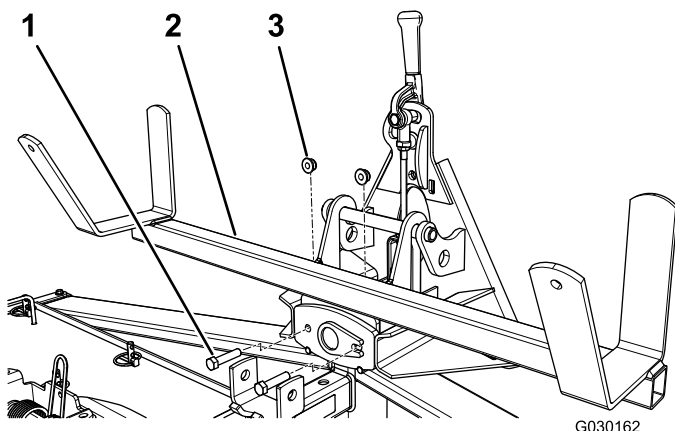

Figure 2
2. Montez le berceau sur l'adaptateur et fixez-le avec 2 boulons (3/8 x 1-1/2 po) et 2 écrous à embase (3/8 po), comme montré à la Figure 2.